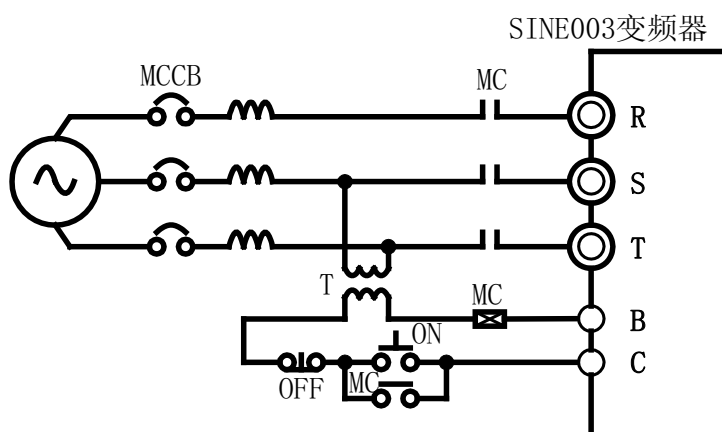

图 3-5 接入输入断路器
- ① MCCB 的容量应为变频器额定电流的 1.5~2 倍。
- ② MCCB 的时间特性要满足变频器的过热保护（150%的额定电流/1 分钟、180%的额定电流/2 秒钟）特性。
- ③ MCCB 与两台以上变频器或其他设备共用时，可按图 3-5 连接，将变频器故障输出继电器触点串入电源接触器线圈，故障信号可断开电源。